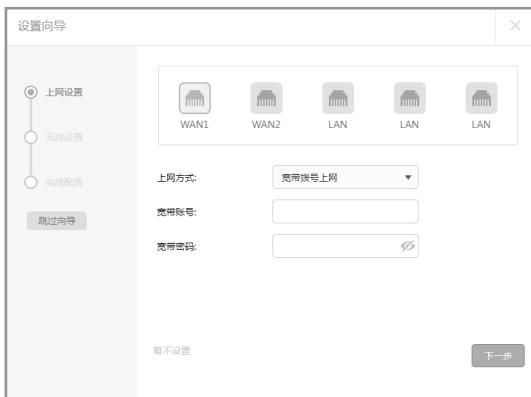

图4-3 上网方式--宽带拨号
1) 如果上网方式为宽带拨号上网，即ADSL虚拟拨号方式，则需要填写网络服务商提供的上网账号和密码，如图4-3所示。